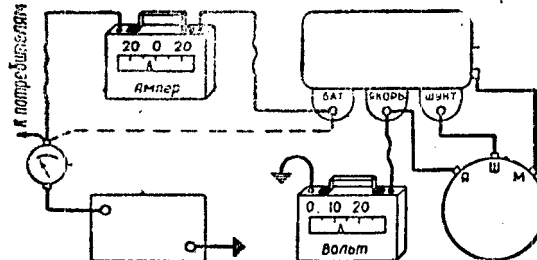

Рис. 41. Схема проверки реле обратного тока.
1. Отъединить провод от клеммы БАТ реле-регулятора и включить между этим проводом и клеммой БАТ контрольный амперметр (рис. 41).